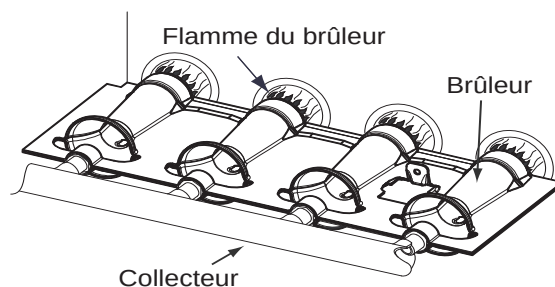

Fig. 59 - Flamme du brûleur
11. Vérifiez le fonctionnement de la chaudière sur 2 cycles de chauffage complets. Inspectez les brûleurs. La flamme du brûleur doit être d'un bleu clair, presque transparent. (Consultez la Fig. 59.)